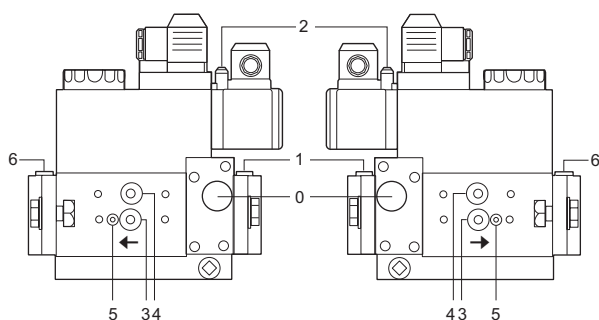
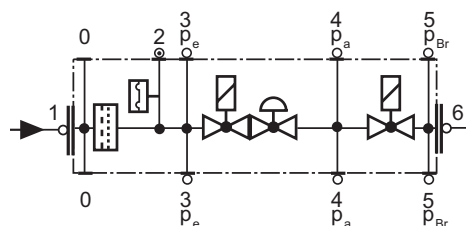

Fig. 51
Fig. 52
- Curățați și examinați cartusul filtru pentru gaz și dacă este cazul, îl înlocuiți (vezi Fig. 51)
- Schimbați filtrul dacă diferența de presiune dintre prizele 1 și 3 (Fig. 51-Fig. 52) este $\Delta p > 10$ mbar.
- Schimbați filtrul dacă diferența de presiune dintre prizele 1 și 3 (Fig. 51-Fig. 52) este de două ori mai mare comparată cu cea de la ultima verificare .